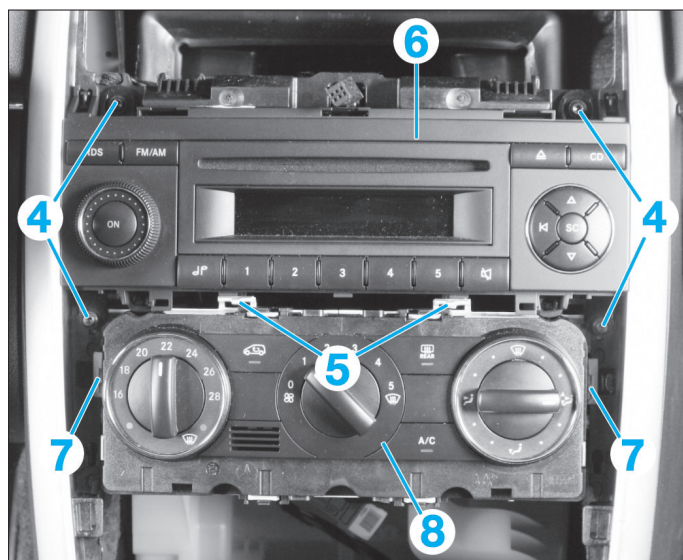

FIG. 30
- Déposer les vis (4), agir sur les verrous (5) et extraire l'autoradio (6) vers l'arrière (**Fig.30**).